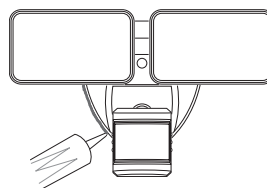

Figure 6
- Appliquez un scellant d'étanchéité entre la plaque de montage et la surface de montage (voir la Figure 6).